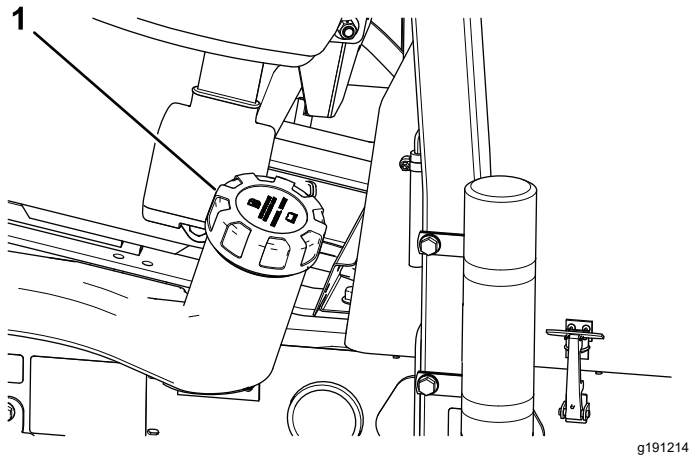

Figura 36
2. Pulite l'area circostante il tappo del serbatoio carburante (Figura 36).